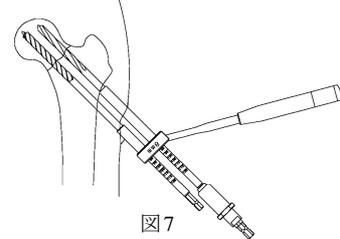

図7
- 近位は、ガイドピンを刺入せず、ソリッドドリルにてダイレクトにドリリングも可能です。(図7)